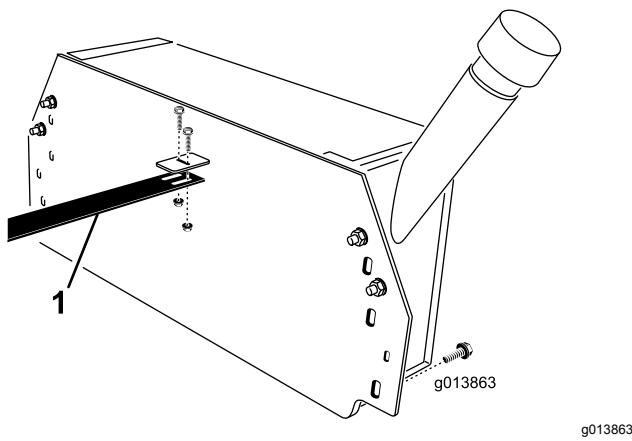

図 9
31. 油圧オイルタンクのブラケットに、ホースガイドを取り付ける ボルト $\frac{1}{4}$ " x $\frac{3}{4}$ "2本、フランジロックナットを使用する図 9。